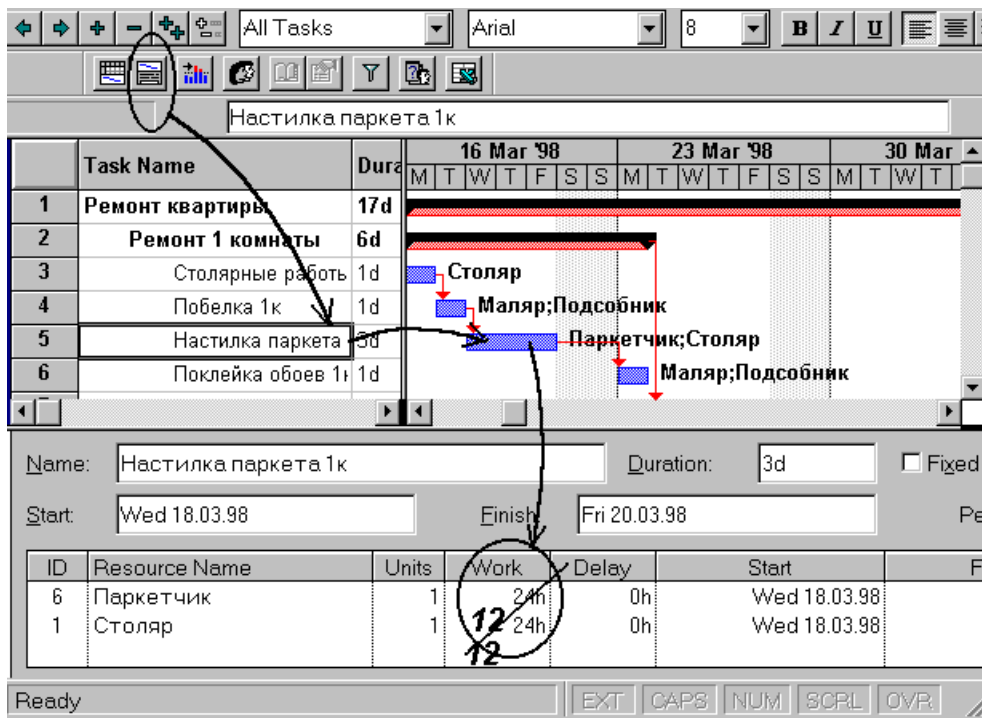

Рис.7.3.
- 2.5.5. Изменить продолжительность работы над задачей для каждого ресурса, пользуясь кнопкой Task Entry View панели Resource Management и заполнить соответствующие поля как показано на Рис.7.3.